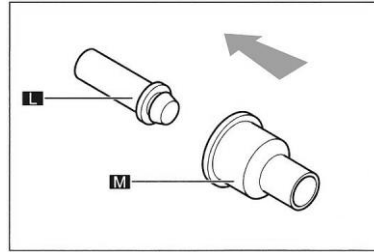

Fig. 30
1. Pour assembler le robinet de vidange, suivre dans l'ordre inverse les consignes indiquées sur les figures 30 à 25 (chapitre 6.2.5).
2. Pour fixer le levier (F), la tige (D), il faut appuyer du côté intérieur jusqu'à ce que les guides sortent et ensuite, placer le levier (F) et relâcher lentement la tige (D).